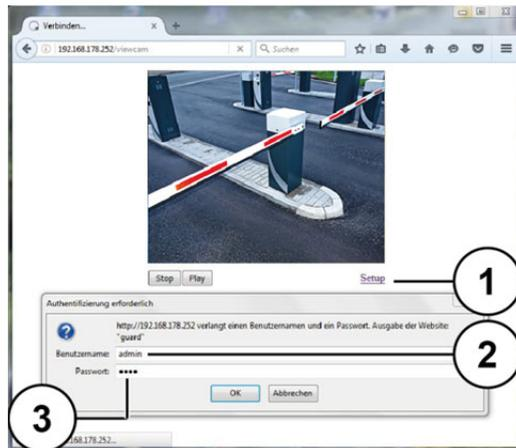
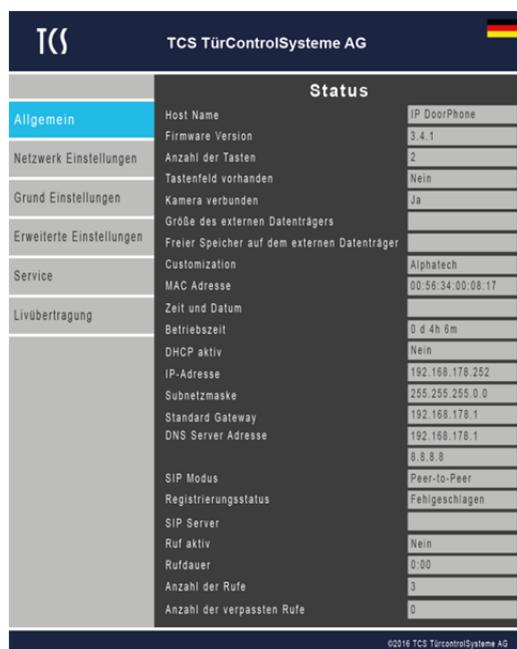

Abb. 13: Webinterface starten
Abb. 14: Startseite Webinterface
- Geben Sie in der Adresszeile die IP-Adresse der Außenstation ein: **192.168.1.250**. Ihnen wird das Livebild der Außenstation angezeigt (Abb. 13).
- Klicken Sie auf *Setup* (1).
- Bestätigen Sie mit *OK*. Sie werden auf das Webinterface weitergeleitet. Der aktuelle Status der Außenstation wird Ihnen angezeigt (Abb. 14).